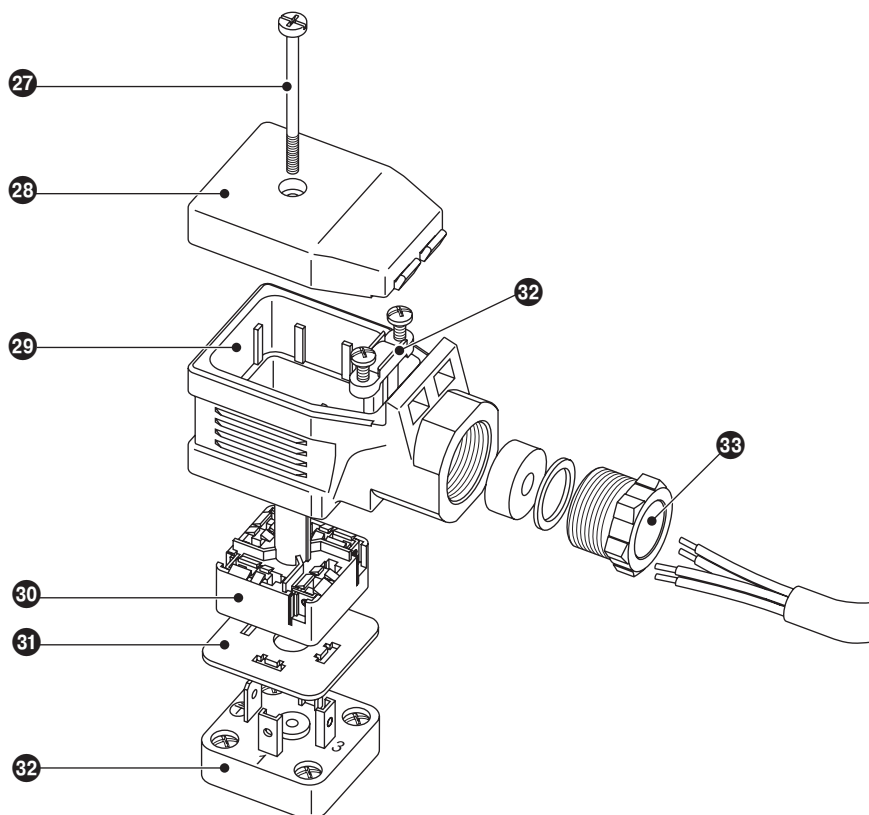

Fig. 22
1. Loosen screw 27. **Fig. 22**
1. Loosen screw **27**. **Fig. 22**